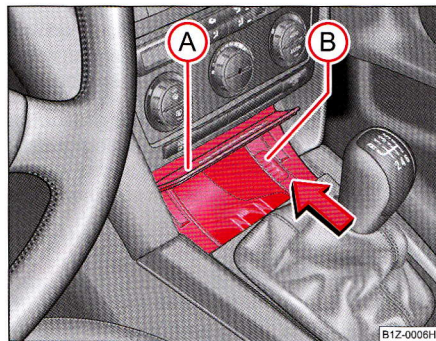

Fig. 93 Consola centrală: Scrumiera față
- Apăsați pe partea inferioară a capacului scrumierei - vezi poziția **A** ⇒ fig. 93.